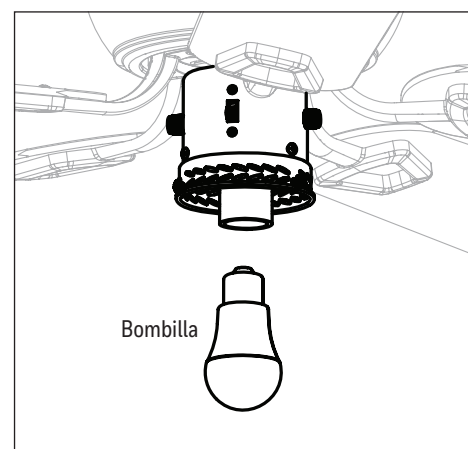

Figure 4.6
- Instale la bombilla LED de base E26 en el portalámpara del kit de iluminación. **Importante:** asegúrese de que la bombilla y el kit de iluminación se enfríen antes de reemplazar la bombilla (Figure 4.6).